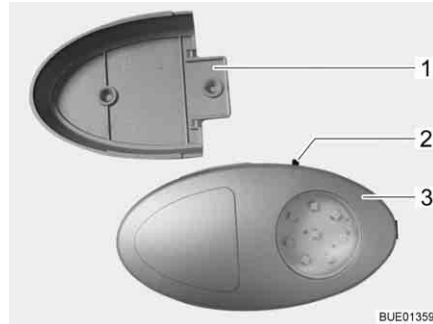

Fig. 83 Luce armadio guardaroba
- ▷ È possibile estrarre la luce armadio guardaroba dal supporto a vite (Fig. 83,1) e utilizzarla come torcia elettrica.
L'interruttore di accensione/spegnimento (Fig. 83,2) è montato direttamente sulla luce armadio guardaroba (Fig. 83,3).